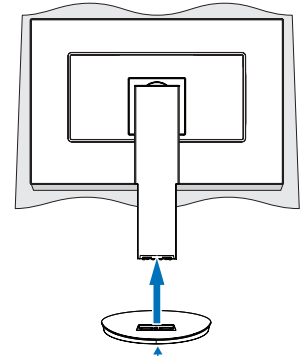

Figure 2
3. Fixez le socle au support et serrez la vis située au bas du socle (**Figure 2**).